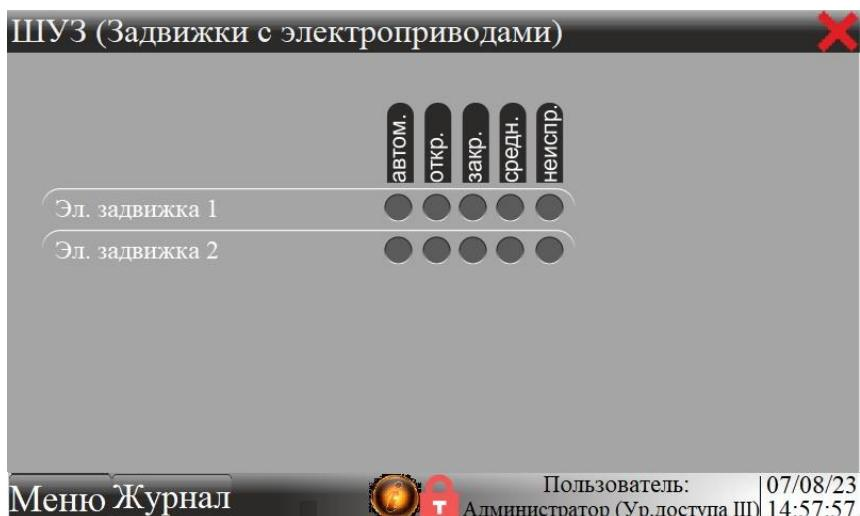

Рисунок 6 – Окно «ШУЗ»
8.10 При нажатии кнопки «ШУЗ» откроется окно с отображаемой информацией о состоянии электрозадвижек - рисунок 6.